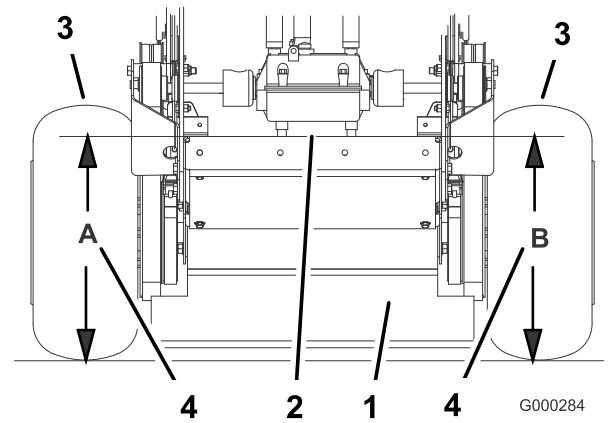

Bild 53
- Messen Sie die Höhe des Motorchassis an Stelle **B** (Bild 53).
- Messen Sie die Höhe des Motorchassis an Stelle **A** (Bild 53).